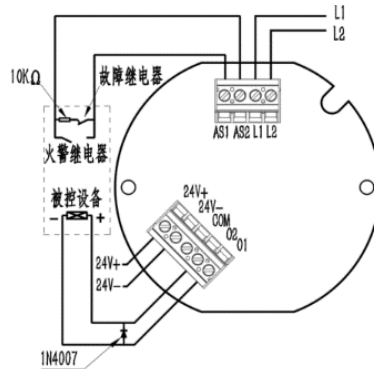

图 7 有源输出接线方式
- ◆ 24V+接 24V 供电电源正，24V-接 24V 供电电源负，提供被控设备所需电源。具体接线见图 7。